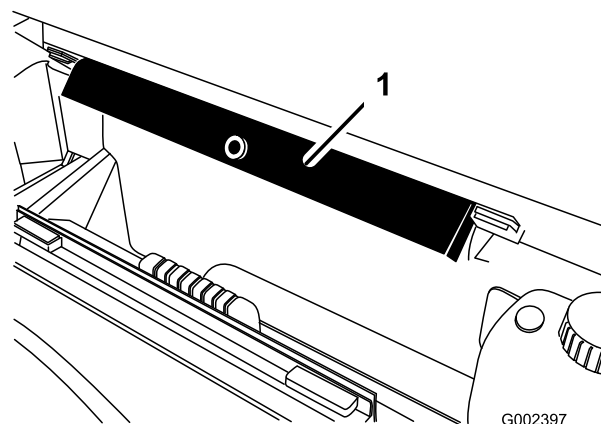

Figura 83
10. Retire o suporte da plataforma dos suportes existentes na parte de trás do painel do sistema ROPS (Figura 83).